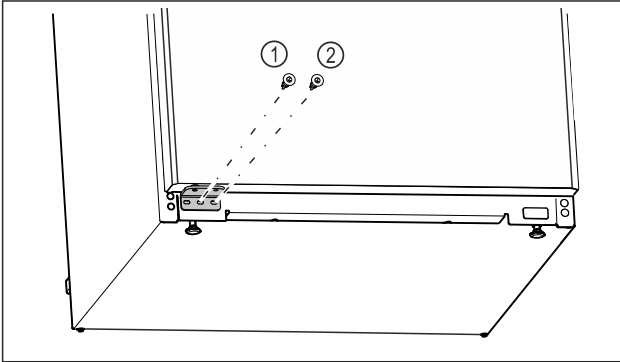

Fig. 18
- ▶ Kierrä laakerijalustan Fig. 18 (1) keskimäinen ruuvi kiinni Torx 20 -ruuvimeisselillä.
- ▶ Kierrä laakerijalustan Fig. 18 (2) sisempi ruuvi kiinni Torx 20 -ruuvimeisselillä.